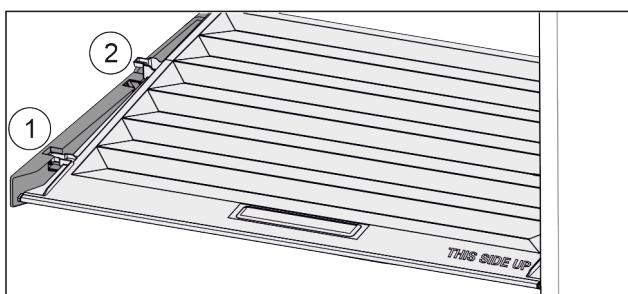

Fig. 152
- ▶ Veko potiahnite dopredu až k otvoru v prídržných dieloch Fig. 152 (1).
- ▶ Vzadu ho nadvihnite zospodu a zložte smerom nahor Fig. 152 (2).